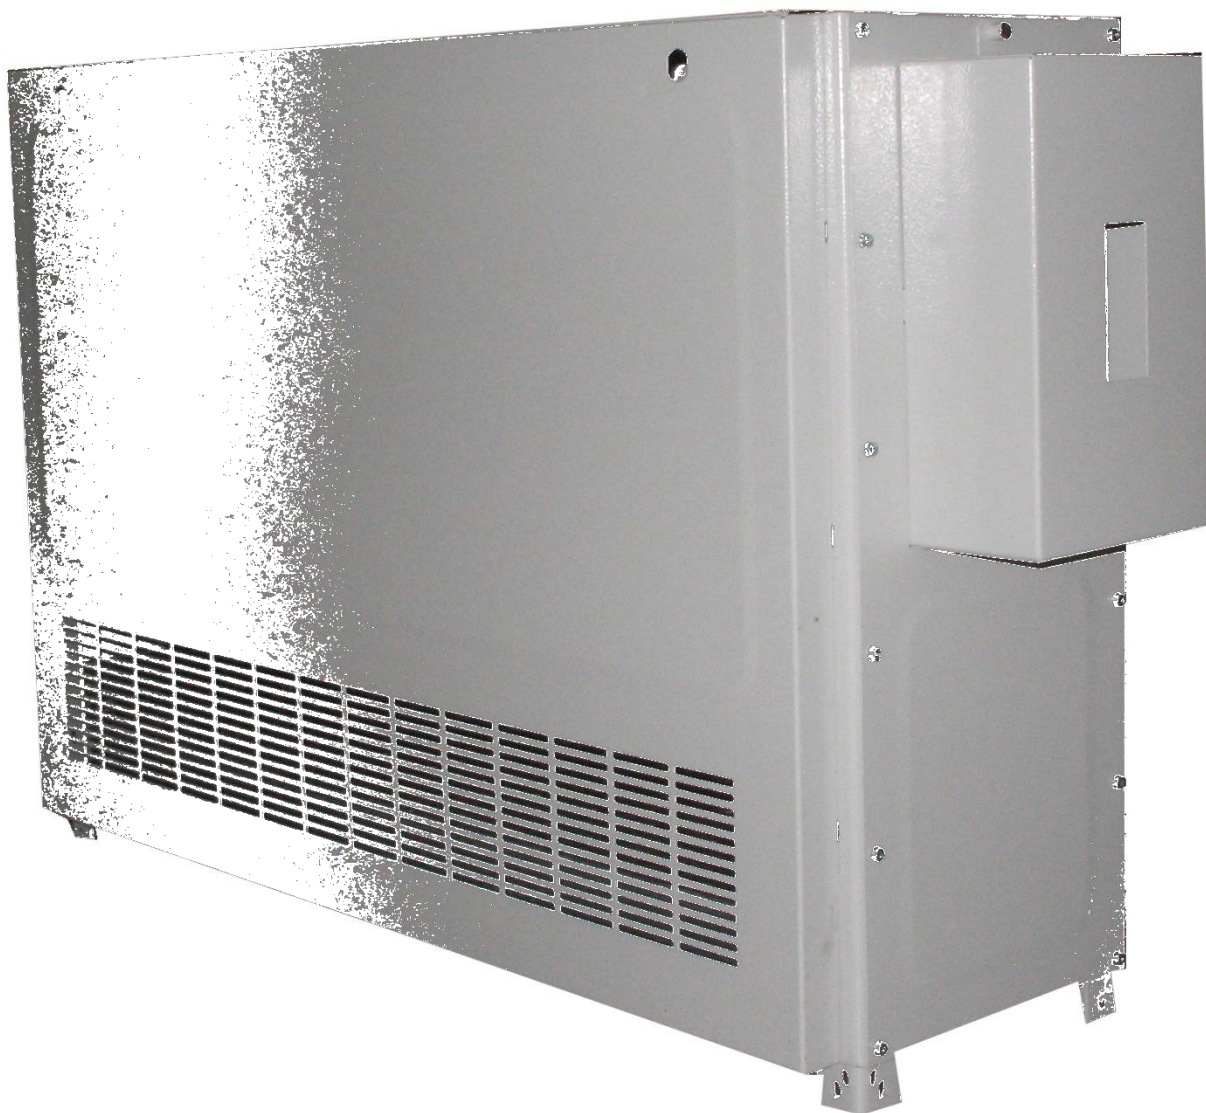

Рисунок 4.4 – Батарейный стеллаж Штиль MBS-01 с модулем защиты АБ
- 4.7 Закрепить на передней стенке замки (рисунок 4.4).